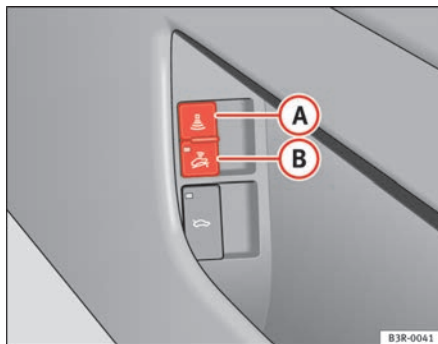

Fig. 77 Interruptor de la vigilancia del habitáculo
- Abra la puerta y tire del interruptor **A** con el símbolo  a un lado del compartimento portaobjetos de la puerta del conductor ⇒ fig. 77.
- Abra la puerta y tire del interruptor **B** con el símbolo  a un lado del compartimento portaobjetos de la puerta del conductor ⇒ fig. 77.